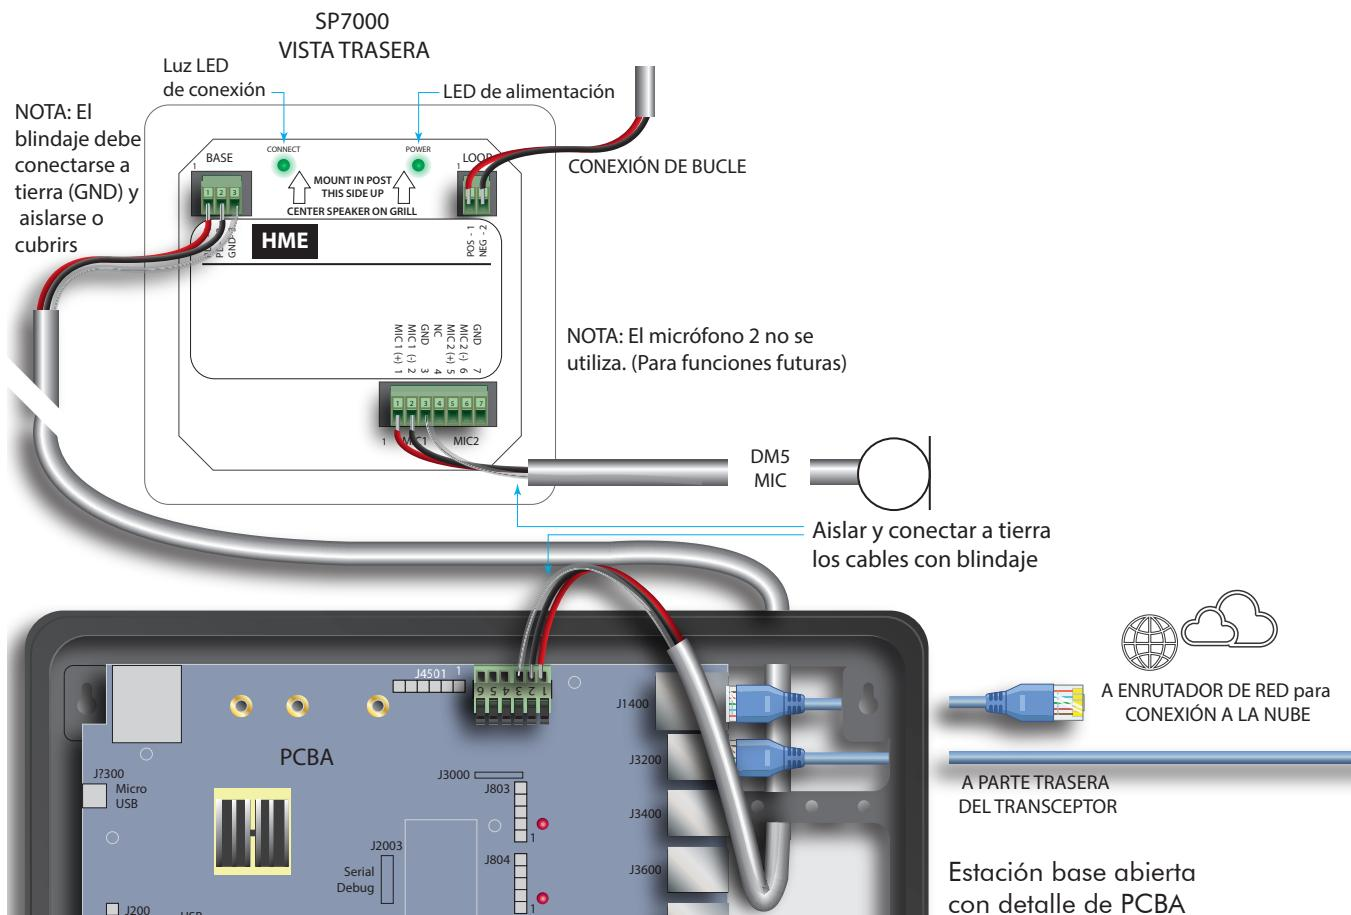

Fig. 11.4
4. El conector LOOP (bucle) de 2 pines se conecta al detector de bucle de tierra. Consulte la Fig. 11.4.
5. El conector BASE (base) de 3 pines se conecta al J4500 en la PCBA de la estación base. Consulte la Fig. 11.4 y la Tabla 2.
6. El conector MIC (micrófono) de 7 pines se conecta al micrófono DM5. Consulte la Fig. 11.4 la Tabla 1.